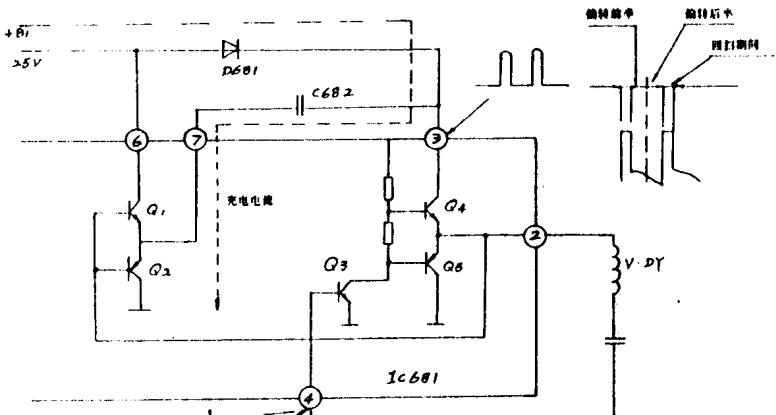

图 1—1
该机的场输出电路采用单端推挽 (SEPP) 无变压器输出方式 (OTL 方式)。作为场输出电源，在回扫期间必须有较高的电源电压，而在扫描期间以低电压为佳。这里采用了仅在回扫期间产生高压的激励电路，以降低电路损耗。相关电路原理图见图 1—1 所示。
②脚电压下降，激励电路的 Q2 也处于导通状态。由于 Q2 的导通，就产生了如图 1—1 中虚线方向所示的充电电流，C682 按图示极性充电至 50V 左右。